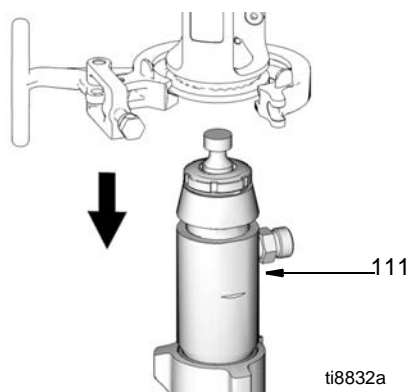

FIG. 19
9. (Afb. 19) Verwijder de pomp (111) van het systeem.